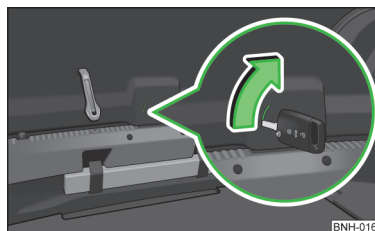

Abb. 159
- Den Fahrzeugschlüssel in den Schlitz in der Verkleidung bis zum Anschlag einschieben » Abb. 159.